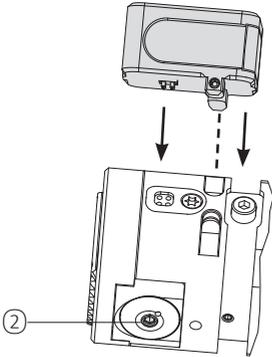
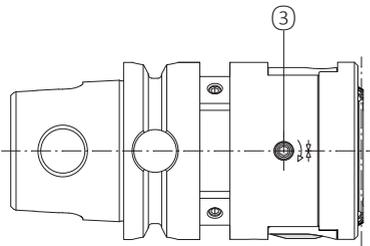

Fig. 1
Fig. 3
Siga la secuencia para ajustar el diámetro como se indica a continuación. (Fig. 1, 2 y 3):
2. Enganche la unidad de visualización en las ranuras de sujeción de la herramienta (de manera que coincidan los puntos de contacto, Fig. 1)
3. Encienda el módulo de lectura digital accionando el botón “ON/Reset” ①. Al encenderse, se visualiza el último valor de incremento mostrado. El apagado automático tiene lugar 30 segundos después de finalizar el procedimiento de ajuste. Periodo máx. de encendido: 120 segundos.
4. Libere el pasador de amarre roscado ③ (Fig. 3).
6. Apriete el pasador de amarre roscado ③ (Fig. 3) (par de apriete de 3 Nm [26.55 lb-pulg.])